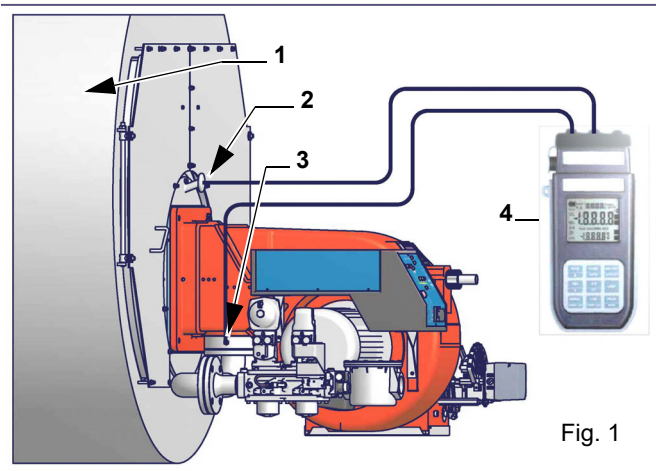

Fig. 1
- 1 Dévissez la vis comme indiqué sur la Fig. 1
Les courbes de pression dans la tête de combustion en fonction du débit du gaz sont valables si le brûleur est réglé correctement (pourcentage de O_2 résiduel dans les fumées comme d'après le tableau « Paramètres de combustion conseillés » et CO dans les limites imposées par la norme). La tête de combustion, la vanne papillon et la servocommande sont alors entièrement ouvertes. Se référer à la figure 1, qui indique la façon correcte de mesurer la pression du gaz, en tenant compte des valeurs de pression dans la chambre de combustion, relevées par le manomètre, ou des caractéristiques techniques de la chaudière/ utilisation.